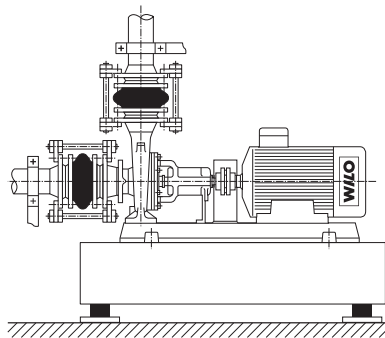

Fig. 10: Spændingsfri tilslutning af pumpen
- Rørledningerne må ikke overføre nogen kræfter til pumpen. De skal opfanges umiddelbart før pumpen og tilsluttes spændingsfrit (se fig. 10).
- Der skal med egnede foranstaltninger kompenseres for rørledningernes udvidelse ved stigende temperatur (se fig. 10). Luftindslutninger i rørledningerne skal forhindres ved hjælp af egnede installationer.